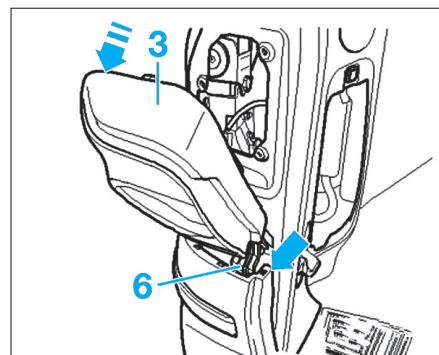

Fig. 71
• Basculer le feu arrière (3) comme illustré (Fig.71).